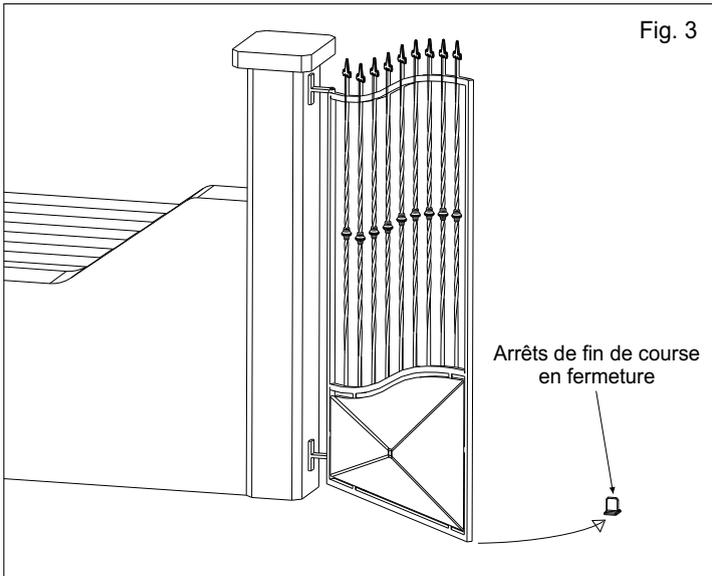

Fig. 3
- E.** En cas de vantail avec longueur supérieur à 1,8 m et 150 kg de poids, il est conseillé de fixer au sol une feuillure mécanique en fermeture (Fig. 3).